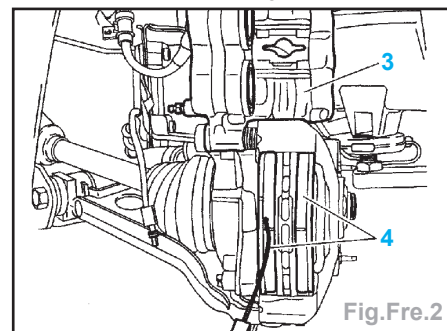

Fig.Fr.2
- la vis (2).
- Basculer l'étrier (3) (Fig.Fr.2).